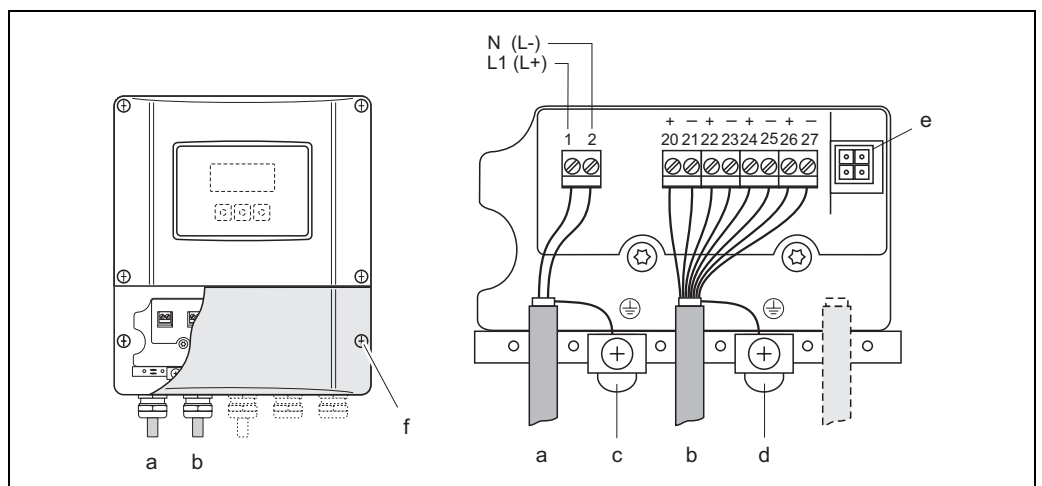

Fig. 23: Collegamento del trasmettitore (custodia da parete); sezione del cavo: 2,5 mm² max.
- Schema elettrico (custodia da parete) → Fig. 23